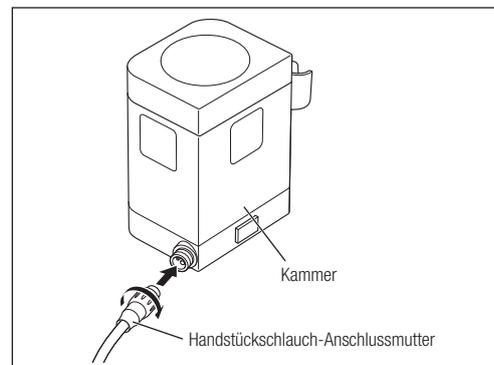

Abb. 7
- 2) Führen Sie den Handstückschlauchstecker in die Handstückschlauchbuchse ein und ziehen Sie die Anschlussmutter fest (Abb. 7).